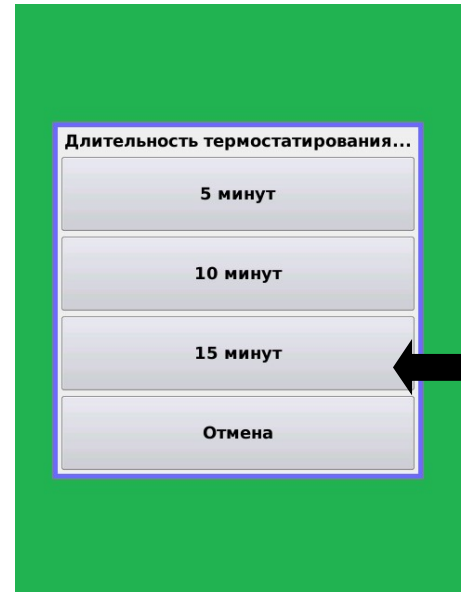

Рис.9
11.2.7 После нажатия на клавишу «Запустить цикл» выйдет окно с выбором времени термостатирования (Рисунок 9).
11.2.8 Необходимо выбрать время термостатирования и нажать на соответствующую клавишу (Рисунок 9), после чего, запустится процесс термостатирования.